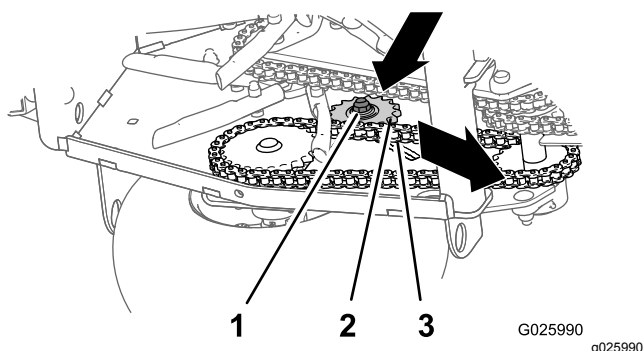

Figure 45
3. Contrôlez la tension des chaînes des roues motrices (Figure 45).
4. Desserrez le contre-écrou et le boulon de carrosserie qui fixent le pignon de tension (Figure 45).
- Poussez le pignon vers le bas et l'avant pour augmenter la tension de la chaîne, comme montré à la Figure 45.